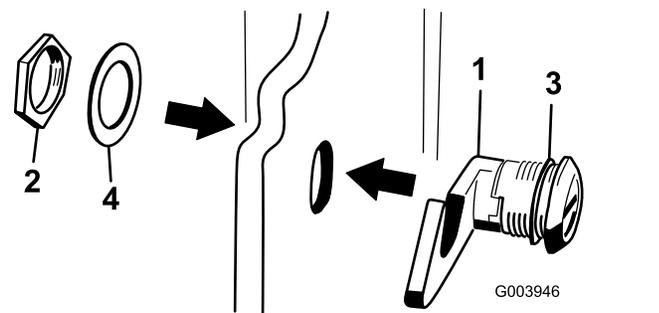

図 19
3. フードラッチアセンブリからナットを取り外す 図 19。